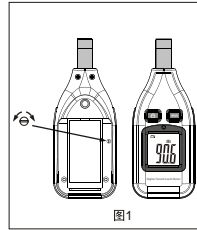

图1
2. 打开标准音源 (94dB@1KHz) 的电源开关, 使用一字批调整电池门内开圆孔处的电位器使 LCD 显示为 94.0 (如图 1)